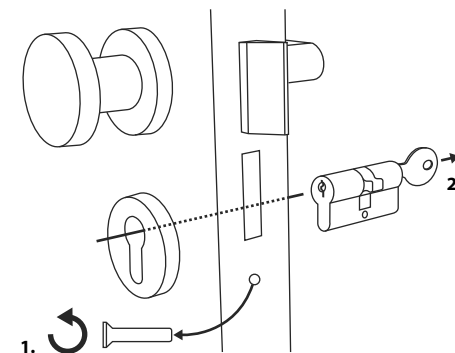

Fig. 1
- 1 Rimuovere il cilindro della serratura della porta esistente allentando la vite del frontalino della porta ed estraendo il cilindro con la chiave inserita (Fig. 1).